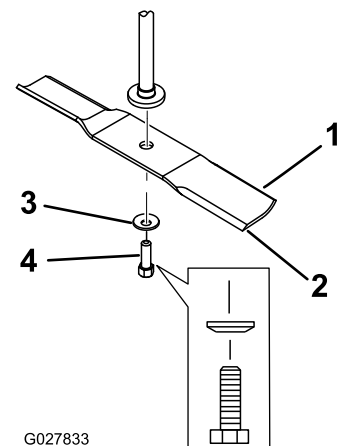

Figure 61
2. Enlevez de l'axe, le boulon, la rondelle bombée et la lame (Figure 61).
1. Placez la lame sur l'axe (Figure 61).
2. Posez la rondelle courbe (face concave vers la lame) et le boulon de lame (Figure 61).